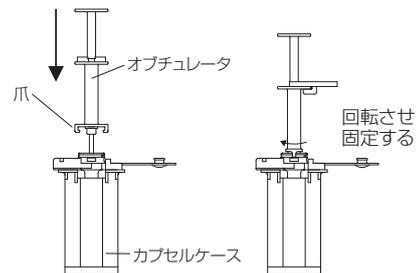
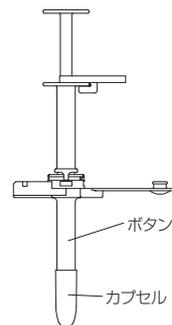

図4
図5
1. オブチュレータをカプセルケースに入ったボタンに突き当たるまで挿入する。このとき、オブチュレータの爪をボタンの体外固定部の溝に合わせて挿入する。(図4) オブチュレータをカチッと手応えを感じるまで回転させ、爪でボタンの体外固定部とオブチュレータを固定したのち、オブチュレータとボタンをカプセルケースから引き抜く。(図5)